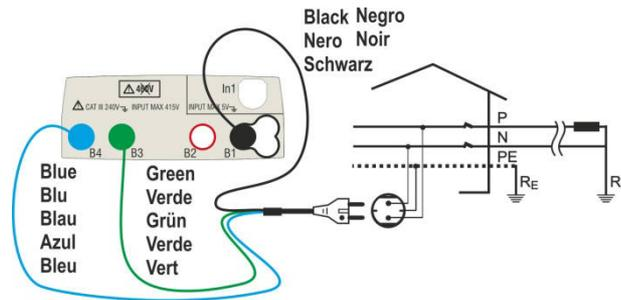
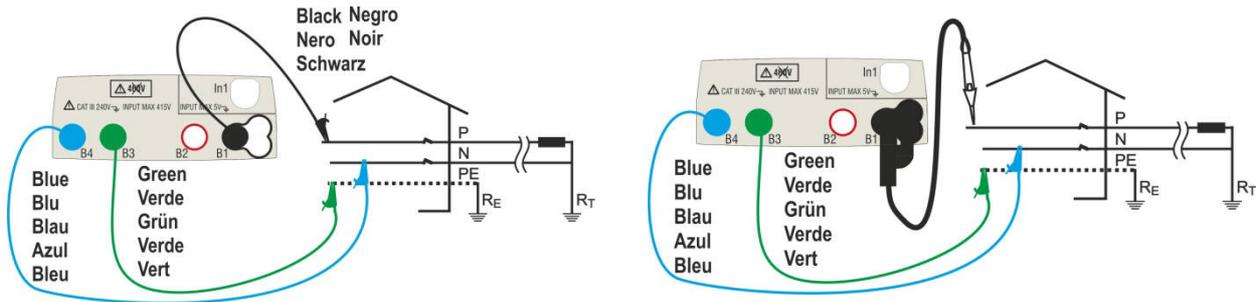
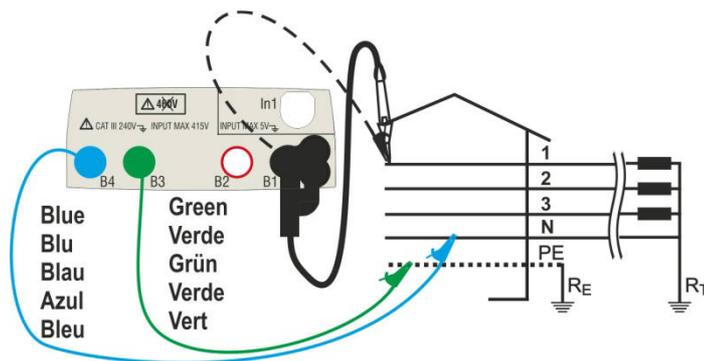
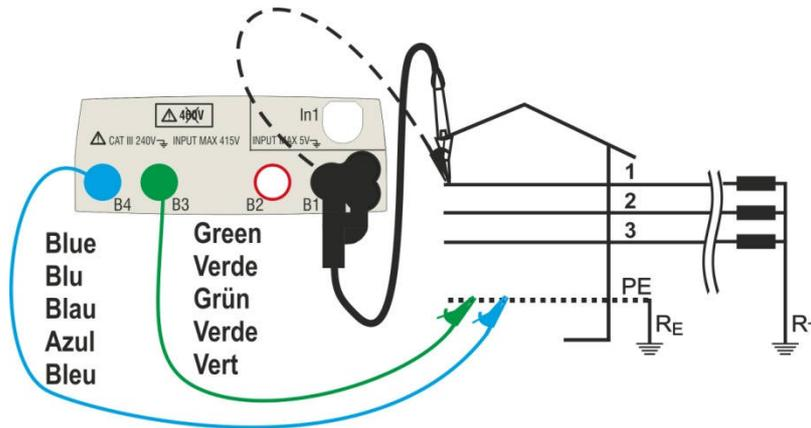

Abb. 15: Messung P-N/P-PE in ein-/zweiphasigen 230 V Systemen mittels 3 Leiter Schukokabel
Abb. 16: Messung P-N/P-PE in ein-/zweiphasigen 230 V Systemen mittels Kabeln und Tastkopf
Abb. 17: Messung P-N/P-PE in dreiphasigen 400V+N+PE Systemen mittels Einzelkabeln und Tastkopf
Abb. 19: Messung P-PE/P-N in 400V + PE (no N) Systemen mittels Einzelkabeln und Tastkopf
4. Verbinden Sie den Schukostecker, die Krokodilklemmen oder den Tastkopf mit der elektrischen Anlage entsprechend Abb. 15, Abb. 16, Abb. 17 und Abb. 19.
4. Trennen Sie, wenn möglich, alle dem Messpunkt nachgelagerten Verbraucher ab, denn deren Impedanz kann die Testergebnisse verfälschen. Verbinden Sie den Schukostecker, die Krokodilklemmen oder den Tastkopf mit der elektrischen Anlage entsprechend Abb. 15, Abb. 16, Abb. 17 und Abb. 19.